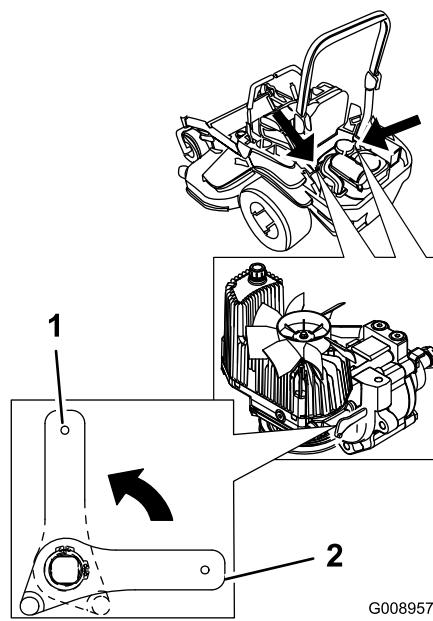

Figure 37
hydraulique de contourner la pompe et aux roues de tourner (Figure 37).
4. Tournez les leviers des vannes de déblocage en position horizontale pour utiliser la machine (Figure 37).